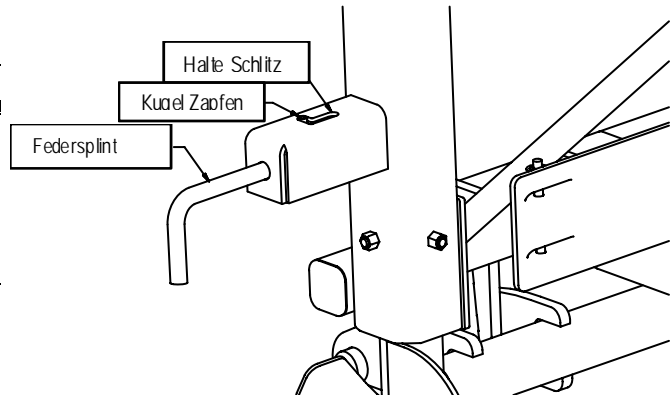

Bild 19.
2. Ziehen Sie den Federbolzen nach aussen und verriegeln sie ihn in der Offen Position. Siehe Bild 19.